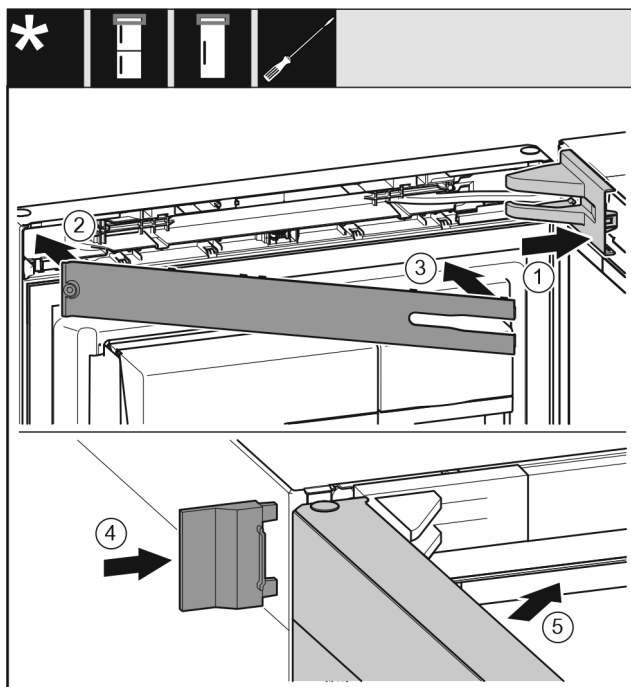

Fig. 51
- ▶ Крышку опорного кронштейна установите и зафиксируйте, при необходимости осторожно разожмите. Fig. 51 (1)
- ▶ Установите накладку. Fig. 51 (2)
- ▶ Наклоните и зафиксируйте накладку. Fig. 51 (3)
- ▶ Надвиньте внешнюю крышку. Fig. 51 (4)
- ▶ Закройте верхнюю дверь. Fig. 51 (5)